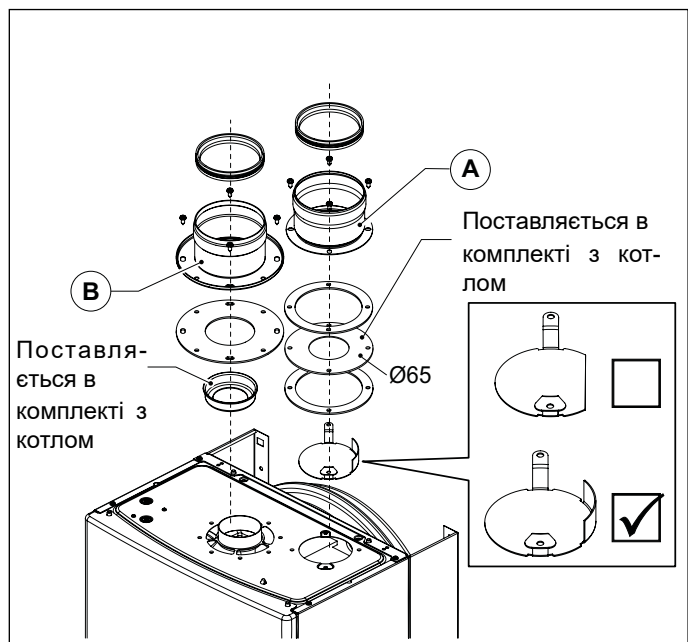

Рис. 8 OSDOPPIA13
- Змонтуйте відповідний дефлектор повітря (дивись Рис. 8 0SDOPPIA13).